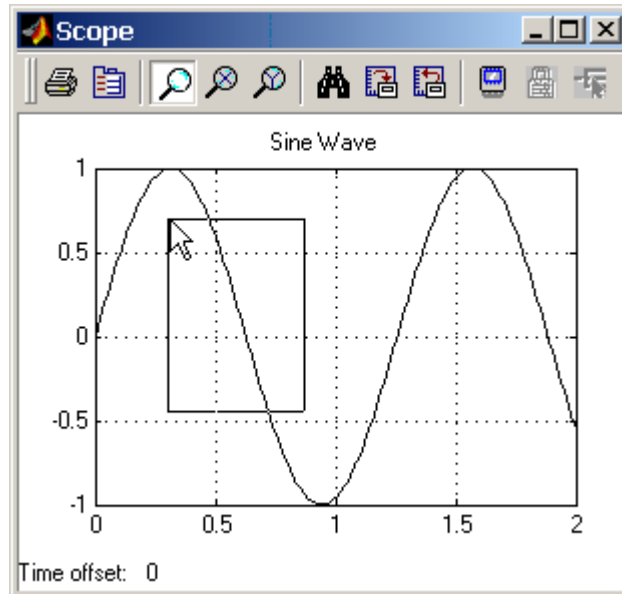

Рисунок 5.3 – Збільшення масштабу графіка
2. Натиснути відповідну кнопку  ( або ) і, натиснувши ліву клав'яшу "миші", за допомогою динамічної рамки або відрізка вказати область графіка для збільшеного зображення. рисунок 5.3 пояснює цей процес.